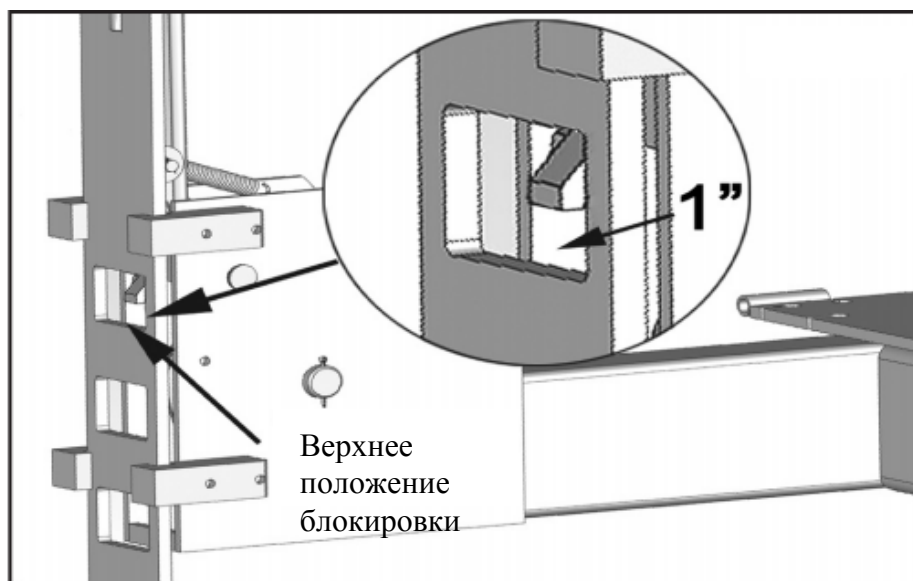

Рис. 14.2
8. Поднимите подъемник вверх до упора и опустите его так, чтобы зажимы зафиксировали платформы в верхнем положении блокировки. Отрегулируйте все стопорные пластины так, чтобы каждый стопор входил в верхнее положение блокировки на каждой стопорной пластине. Затем отрегулируйте гайки тросов так, чтобы стопоры находились на высоте не менее 2,5 см от верхнего положения блокировки. Гайки тросов должны быть затянуты так, чтобы как минимум 2.5 см резьбы выступало над верхней поверхностью гаек (см. рис. 14.2).